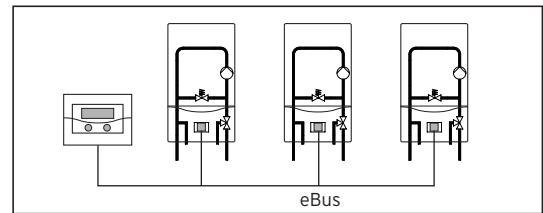

Afb. 3.1 Printplaat in de houder klikken
- Schuif de printplaat (1) onder de bevestigingslippen (2) (zie afb. 3.1).
- Druk de printplaat voorzichtig tussen de centreringen in de houders (3) (afb. 3.1) tot de printplaat er inklikt.